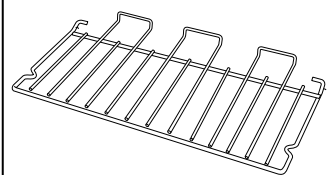

Abb.2-18
- 3 energiesparende Ofenroste (**Abb.2-18**)